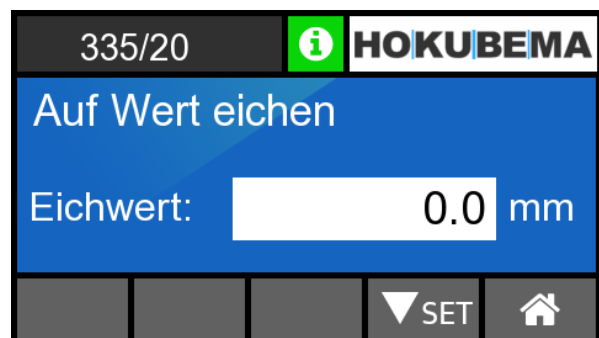

Abbildung 40: Eichmaske mit Eichwert
- Drücken Sie in der darauffolgenden Maske auf die Schaltfläche „Eichen“ → Die Eichmaske öffnet sich (siehe ⇒ Abbildung 40).